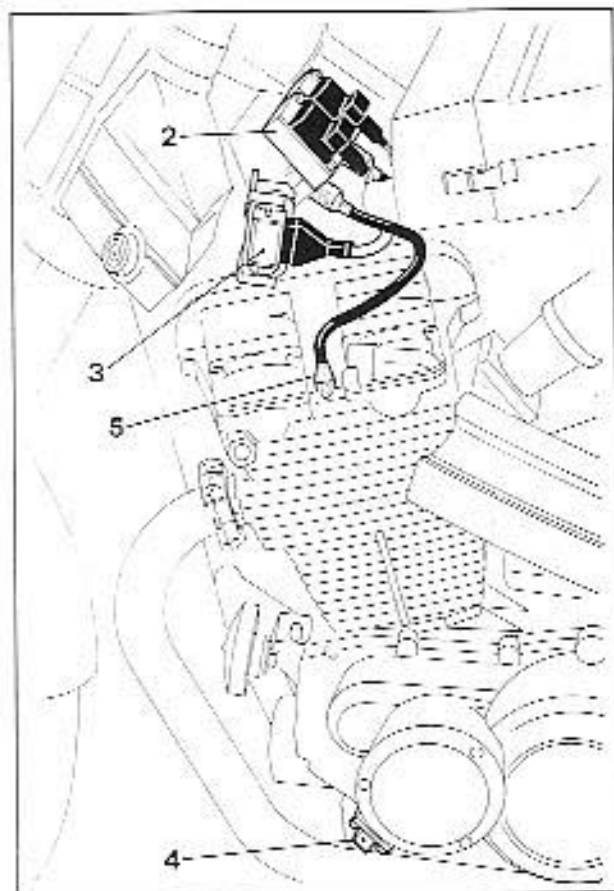

Fig.2
- 2 - Bobine alta tensione, sotto la scatola filtro (fig.2)
- 3 - Bimodulo elettronico di potenza (Fig.2)
- 4 - Pick-up accensione elettronica, nel coperchio laterale sinistro (Fig.2)
- 5 - Candele di accensione (fig.2)
- 2 - High tension coil, under the filter box (Fig. 2).
- 4 - Electronic ignition pick-up, in the left side cover (Fig. 2).
- 5 - Spark plugs (Fig. 2).
- 2 - Bobines haute tension sous le boîtier du filtre (Fig.2)
- 4 - Pick-up allumage électronique dans le couvercle latéral gauche (Fig.2)
- 5 - Bougies d'allumage (Fig.2)
- 2 - Hochspannungsspulen unter dem Filtergehäuse (Abb.2)
- 4 - Pick-up elektronische Zündung im seitlichen linken Deckel (Abb.2)
- 5 - Zündkerzen (Abb.2)